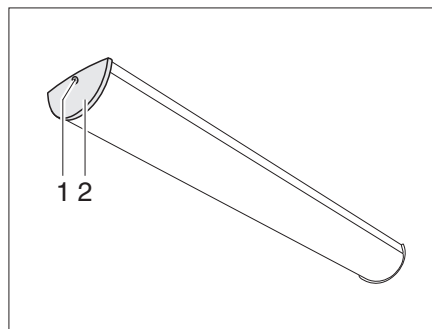

Bild 283 Wohnraumleuchte
- Schraube (Bild 283,1) herausdrehen und Abdeckung (Bild 283,2) abnehmen.